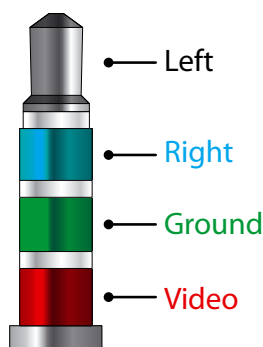

Fig. 4
- Uscita video HDMI e A/V (i terminali del connettore sono visibili in Fig. 4)